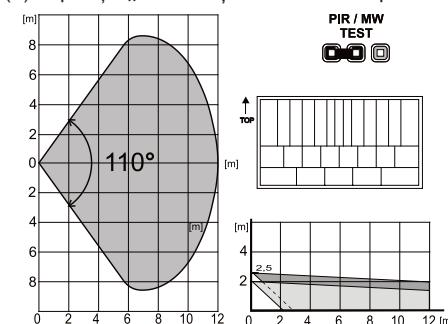

Fig.2: Caracteristica razei de acoperire se poate schimba folosind o lentilă alternativă:
Sistemul de detectie PIR este echipat cu o lentilă de 110°/12 m. Raza de acoperire - vezi Fig.2 Verificați raza de acoperire folosind călărețul (8) în poziția „PIR”. Mișcarea se indică prin LED-ul roșu.